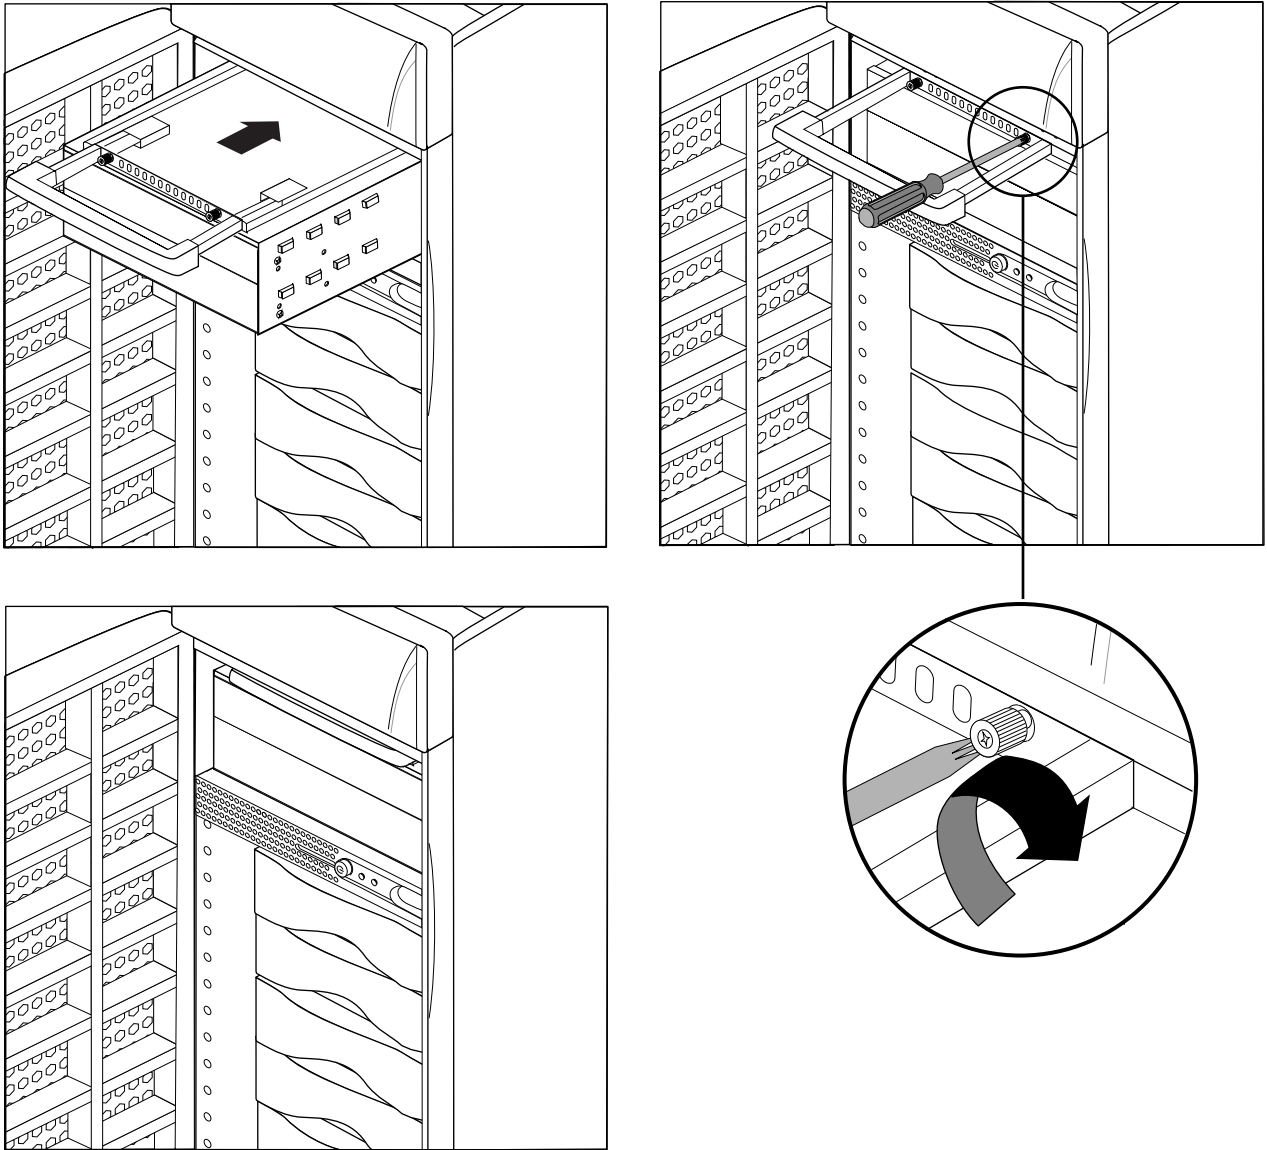

Figure 2-13 Remise en place d'un tiroir de périphérique 5,25 pouces
7. Faites glisser le tiroir dans le système, fixez-le à l'aide des vis imperdables et poussez en place la poignée rétractable (voir Figure 2-13).